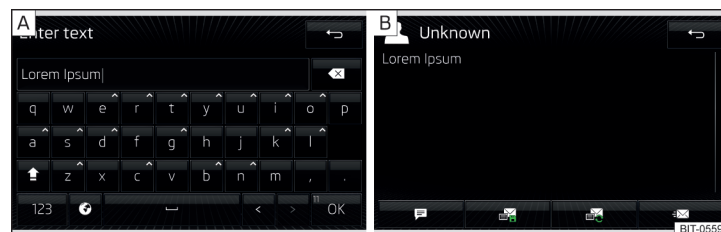

Fig. 214 Creación de un mensaje de texto / Vista de un mensaje de texto
- Escribir un mensaje y pulsar la superficie funcional **OK** » fig. 214 - [A], se visualiza una vista del mensaje de texto » fig. 214 - [B].
Durante la creación del aviso se visualiza en la superficie funcional **OK** la cantidad de los símbolos introducidos » fig. 214 - [A].
Después que se abrió la vista del mensaje » fig. 214 - [B], se pueden realizar las siguientes funciones.